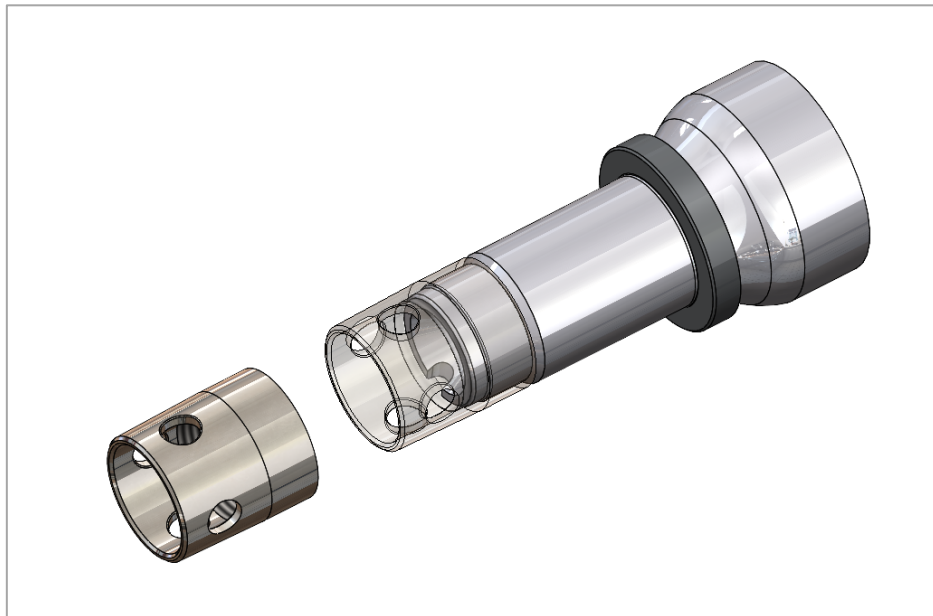

Рис. 12. Установка муфты защиты на резьбу цапфы
1) Установите муфту защиты на резьбу цапфы (рис. 12)